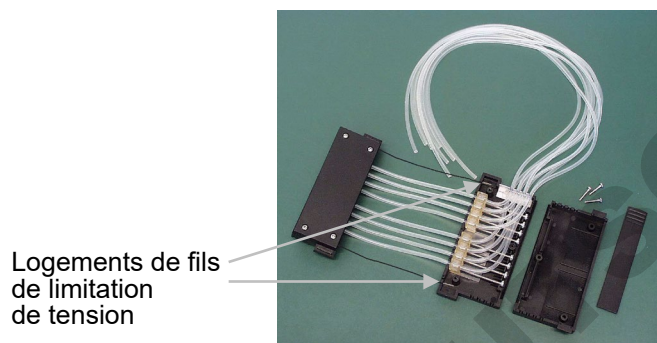

Figure 5-46. Vis d'étalonnage serrées
11. Insérez les fils de limitation de tension dans leurs logements de la partie supérieure de la cassette de distribution (Figure 5-46).